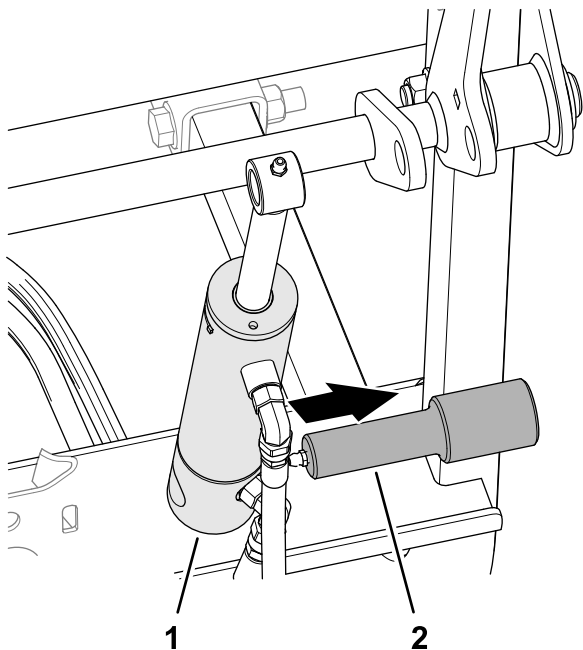

Figure 18
5. Montez le vérin de levage de l'accessoire arrière sur l'arbre de montage du cadre arrière (Figure 18).